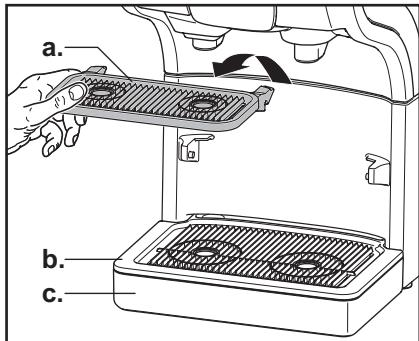

Рис. 27
2. Удалить подставку для чашек (а.), каплесборную решетку (б.) и каплесборный поддон (с.). (Рис. 27)